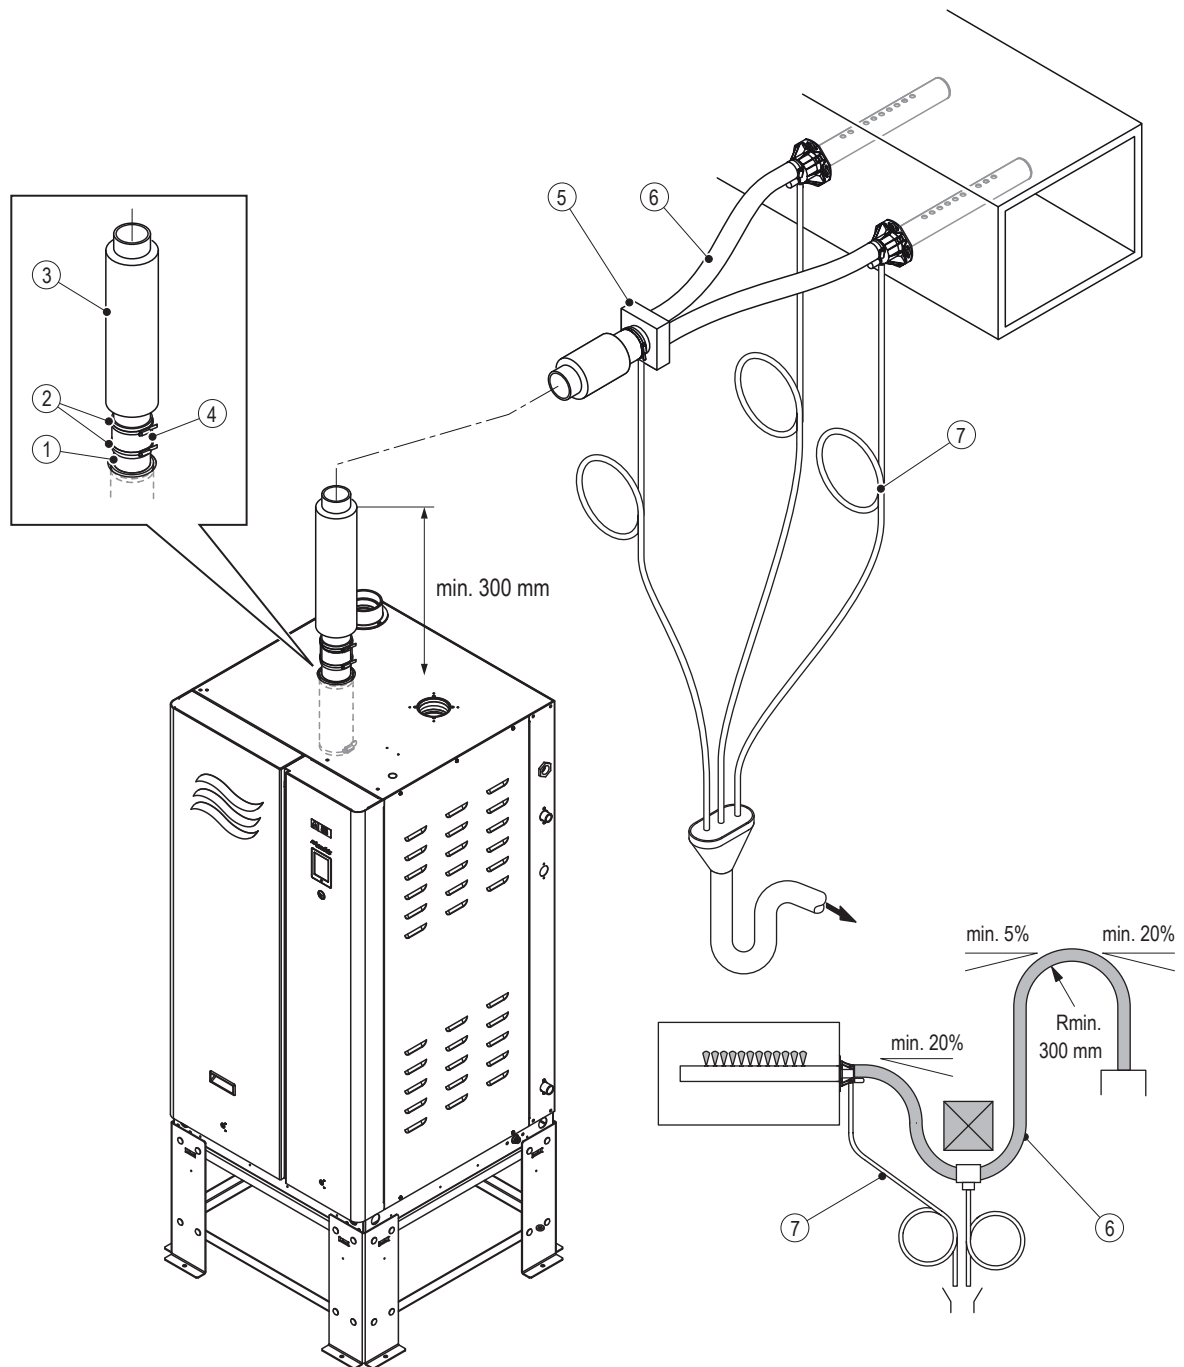
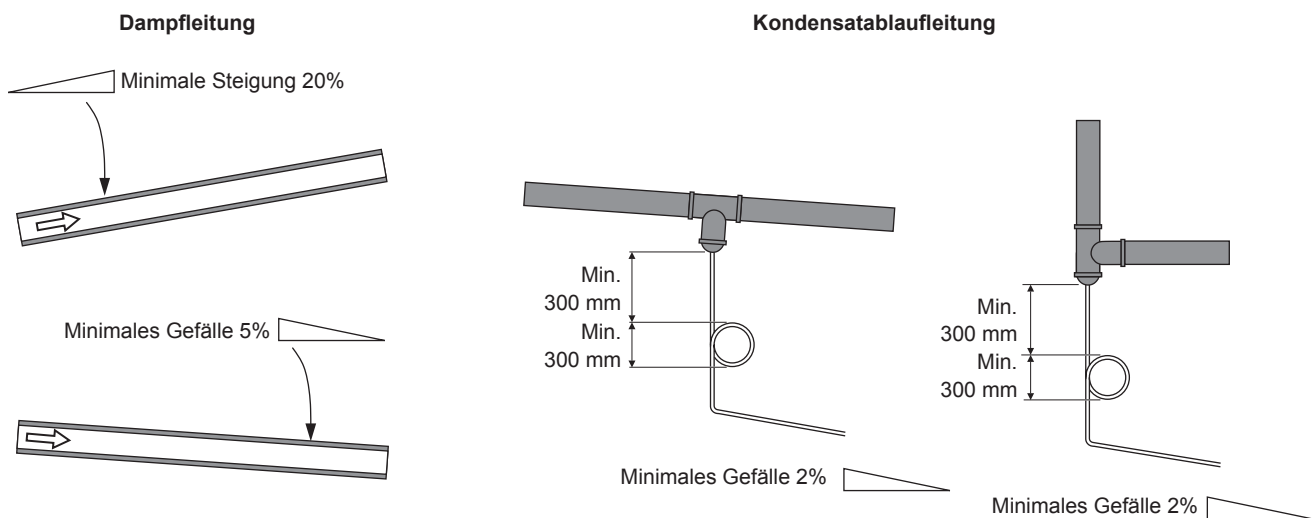

Abb. 9: Installation der Hauptdampfleitung
Abb. 10: Dampf- und Kondensatableitung
Condair empfiehlt, dass Sie die folgenden bewährten Verfahren für die Installation von atmosphärischen Dampf- und Kondensatleitungen beachten. Siehe auch Abb. 9 auf Seite 26.
- Die Dampfleitung muss vom Anschluss am Befeuchter mindestens 300 mm gerade nach oben führen, bevor sie weiter zum Dampfverteilersystem führt – siehe Abb. 9 auf Seite 26. Die Dampfleitung muss eine Mindest-Steigung von 20 % oder ein Mindestgefälle von 5 % zum Dampfverteiler aufweisen – siehe Abb. 10 auf Seite 29.
- Kondensatabläufe mit Siphon müssen an allen tiefsten Punkten und an allen Übergängen von horizontalen zu vertikalen Leitungsabschnitten in der Dampfleitung installiert werden. Die Kondensatableitungen sollten immer über ein T-Stück ohne Querschnittverminderung in Dampfstromrichtung an der Dampfleitung angeschlossen werden (siehe Abb. 10).